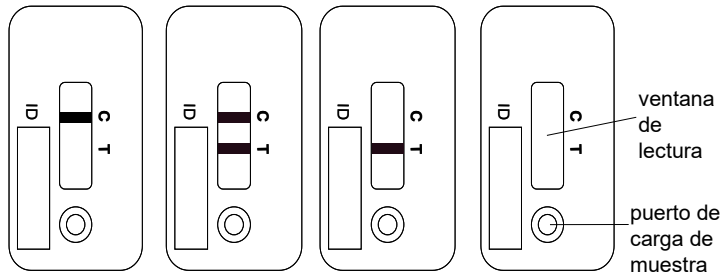

Figura 1A Figura 1B Figura 1C Figura 1D
- Para la obtención de un resultado válido de la prueba, la línea control (C) debe ser visible en cualquier caso (véanse las figura 1A y figura 1B). Se usa sólo como control funcional de la prueba y no puede usarse para la interpretación de la línea de test (T). Si la línea de test (T) no es detectable después de 15 minutos de incubación (figura 1A), no hay cantidades detectables de infliximab presentes en la muestra de suero. Si la línea de test (T) es detectable después de 15 minutos de incubación (figura 1B), la cantidad de infliximab presente en la muestra de suero se calcula mediante el Quantum Blue® Reader.